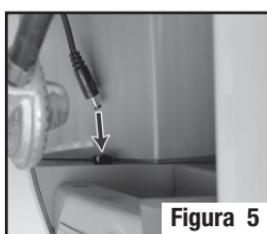

Figura 5
**4. Una el cable de extensión de bajo voltaje.** Conecte el extremo del conector de bajo voltaje del suministro eléctrico a la parte inferior de la Cabeza de la Aspiradora ubicada detrás del Pedestal Vertical Derecho (Figura 5).